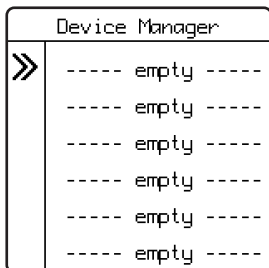

Fig. 5
5. Seleccione un espacio vacío con las flechas (---- empty ----) en la lista (fig. 5).